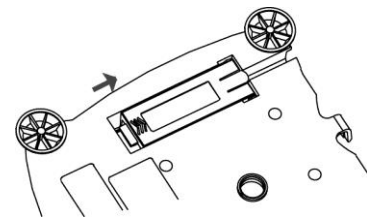

Figure 1 / Figura 1 / Figure 1 / Figura 1 / Abb 1
- Per i modelli TA, TAJ, SP, SPJ e SE: Collegare il cavo del display ausiliario alla porta opzionale della bilancia (Figure 1 – 4). Ricollegare il cavo di alimentazione della bilancia.
3. Für TA-, TAJ-, SP-, SPJ- und SE-Modelle: Schließen Sie das Kabel von der Zusatzanzeige am Optionsport auf der Waage an (Abb. 1 - 4). Schließen Sie die Waage wieder an der Stromversorgung an.